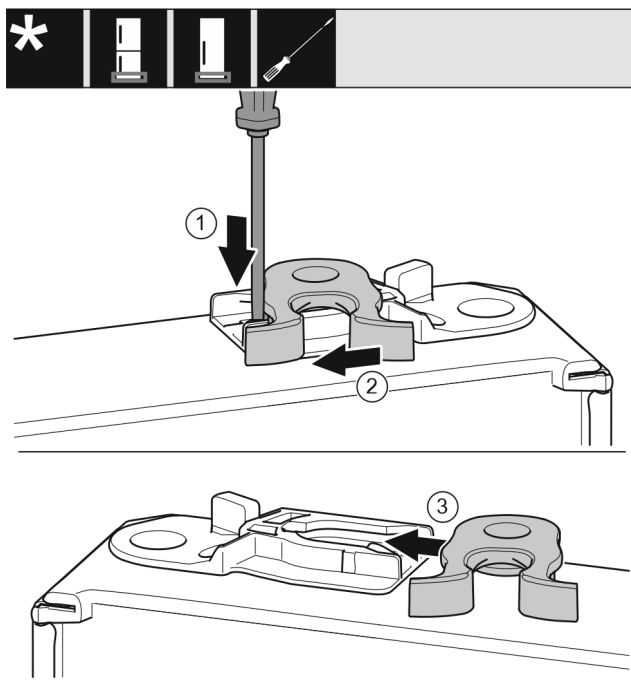

Fig. 23 *
- ▶ Plochým šroubovákem přitlačte lamelu Fig. 23 (1) dolů.*
- ▶ Vytáhněte petlici Fig. 23 (2) z vedení.*
- ▶ Petlici Fig. 23 (3) zasuněte do vedení na druhé straně.*